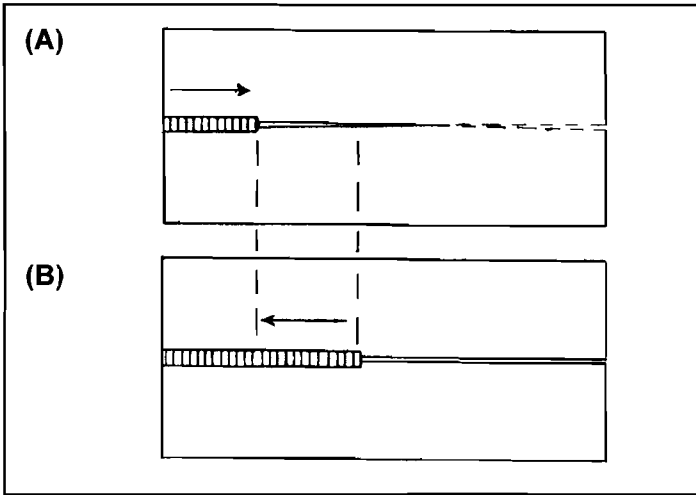

FIGURA 21.9: MÉTODO DE CORREGIR LA DISMINUCIÓN DE LA SEPARACIÓN EN LA RAÍZ:
Cuando durante el soldeo se junten las chapas [figura 21.9 (A)], se podrá corregir en algunos casos invirtiendo el sentido de soldeo, para ello se comenzará el nuevo cordón a unos 50-75 mm del final del anterior [figura 21.9 (B)].